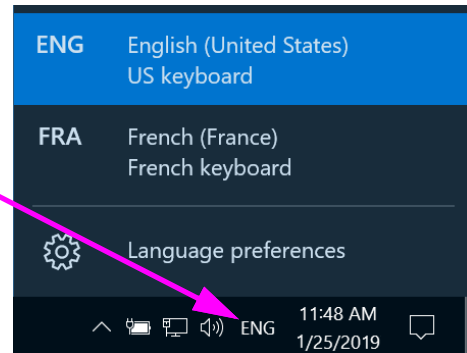

**Figura C-20. Ecrã de Início de sessão do Windows 10 a apresentar a designação do país com três letras**
1. Ao reiniciar o computador (depois de completar a adição de idioma e teclado), quando o ecrã de início de sessão do Windows 10 for apresentado, há um **ícone de três letras** no canto inferior direito do ecrã que mostra o esquema de teclado atual (ativo). O idioma do esquema de teclado ativo pode agora ser alterado neste ecrã clicando neste **ícone de três letras** (ver figura C-20).